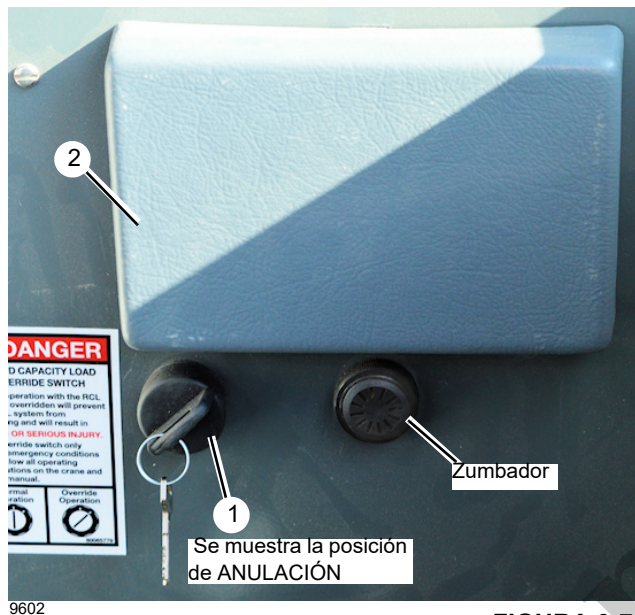

FIGURA 3-7
El interruptor de anulación del RCL (1, Figura 3-7), ubicado detrás del asiento de la cabina, debajo del tablero de fusibles y relés (2), es un interruptor de apagado/encendido y anulará los controles de sobrecarga hasta que el interruptor esté en la posición de apagado.